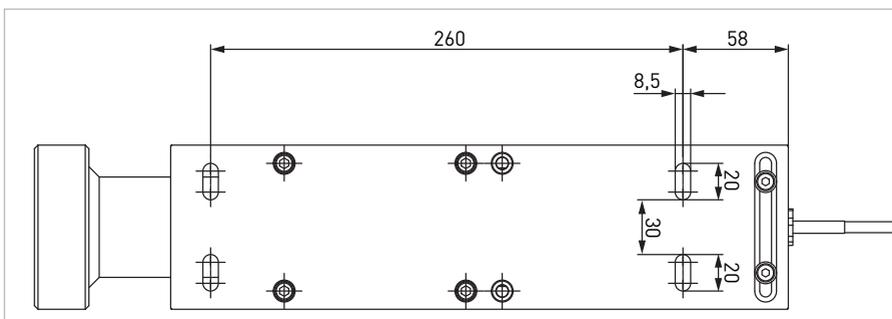

Abbildung 2
- ▶ Befestigen Sie die Zapfsäulenhalterung an den Haltebohrungen an der Tankstelle (Abbildung 2).